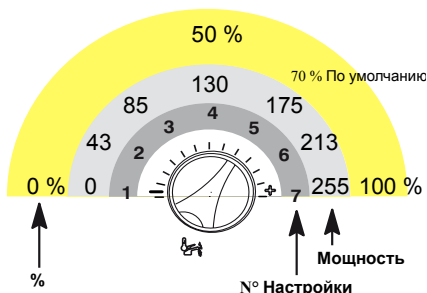

Fig. 2.43
- 8 Для изменения настройки повернуть ручку регулирования температуры ГВС в Fig. 2.43 и установить на выбранное время (на иллюстрации пример ручка установлена на пятую позицию, смотреть также таблицу в руководстве бойлера, Глава Проверка, настройка газа), при этом быстро мигает индикаторная лампа блокирования..